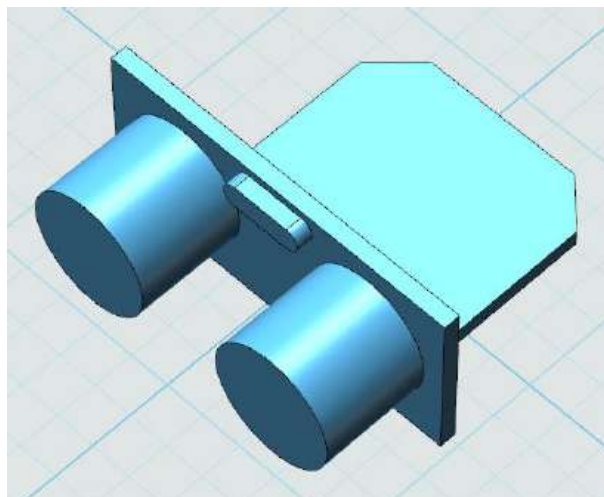

图 10-21
11.完成后点击左侧的组合编辑。制作完成。此时可以尝试练习移动命令，看看可以移动到图 10-21 所示的姿态。